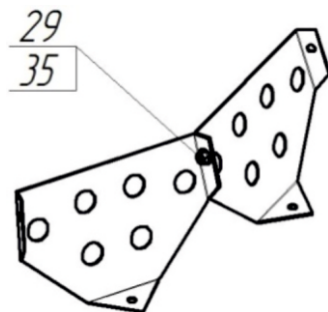

Рис. 16
3.11. Преодолевав усилие пружины (16), оттянуть фиксатор (8) вниз и повернуть ёмкость на удобный угол. Прикрепить лопасти (11) к ёмкости нижней (2) и ёмкости верхней (12), с помощью болтов (17), шайб (28) и гаек (32), при этом шайбы установить с наружной стороны ёмкостей.
Возможна комплектация бетономесителя сборными лопастями (рис. 16). В этом случае необходимо две полу-лопасти скрепить между собой болтом (35) и гайкой (29). После установить в бетономеситель с помощью болтов (21), шайб (14) и гаек (29).